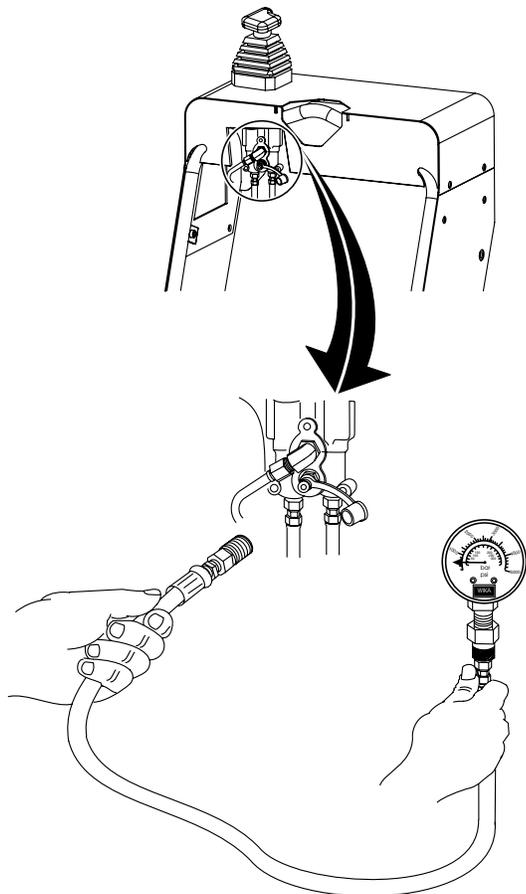

Figura 48. Controllo della pressione di sterzo
1. Rimuovere il coperchio di accesso sinistro e inserire un manometro (300-600 PSI) come illustrato nella figura 48 nell'accoppiatore di controllo della valvola sinistra dello sterzo.